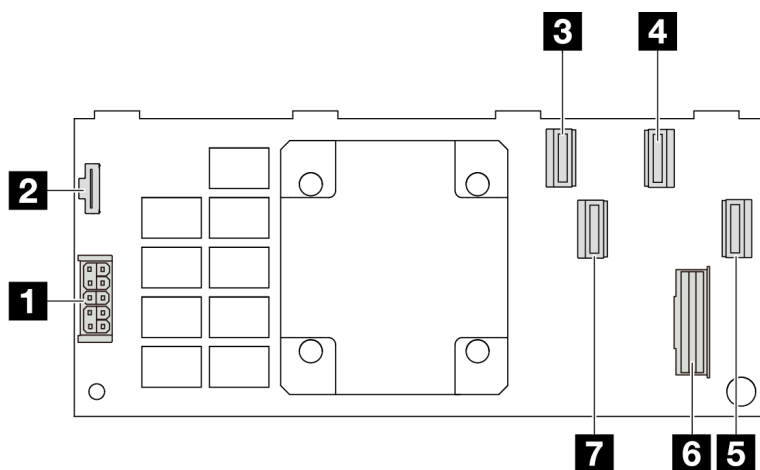

Figura 320. Um adaptador RAID Gen 4 16i CFF (quatro conectores de porta)
- Figura 320 "Um adaptador RAID Gen 4 16i CFF (quatro conectores de porta)" na página 353